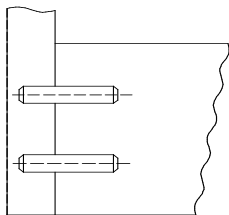

Рис.3
- с плинтусами поз.14,15 с помощью шкантов поз.031 - Рис.3.